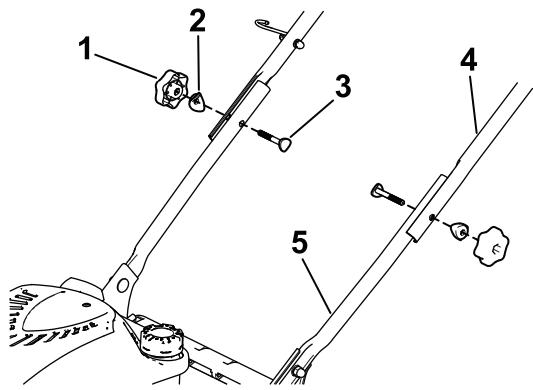

Figura 4
2. Fissate la stegola superiore alla stegola inferiore utilizzando 2 manopole della stegola, 2 rondelle curve e 2 bulloni. Serrate manualmente le manopole della stegola (Figura 4).